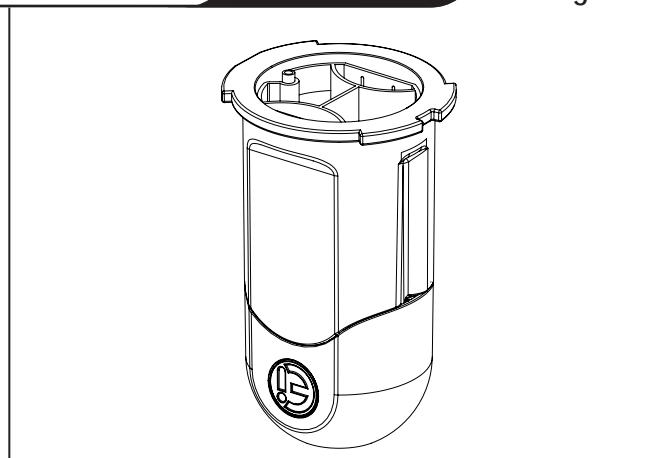

Figure 27. Inverser la cellule
7. Remettre le bouchon sur la cellule, puis inverser (Voir Figure 27).
7. Fixer le bouchon d'hivernisation. (Voir Figure 27.)